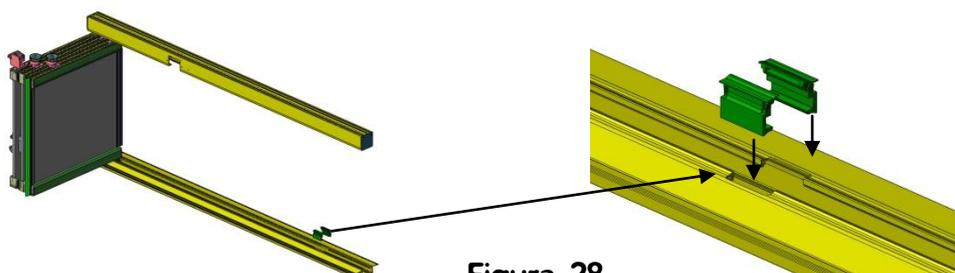

Figura 28
- Cuando se hayan introducido todas las hojas y estemos *seguros* de que no necesitamos hacer uso del mecanizado del "Perfil Inferior Embutido", colocaremos las dos tapas embellecedoras en dicho mecanizado, quedando así listo para su uso. (figura 28).